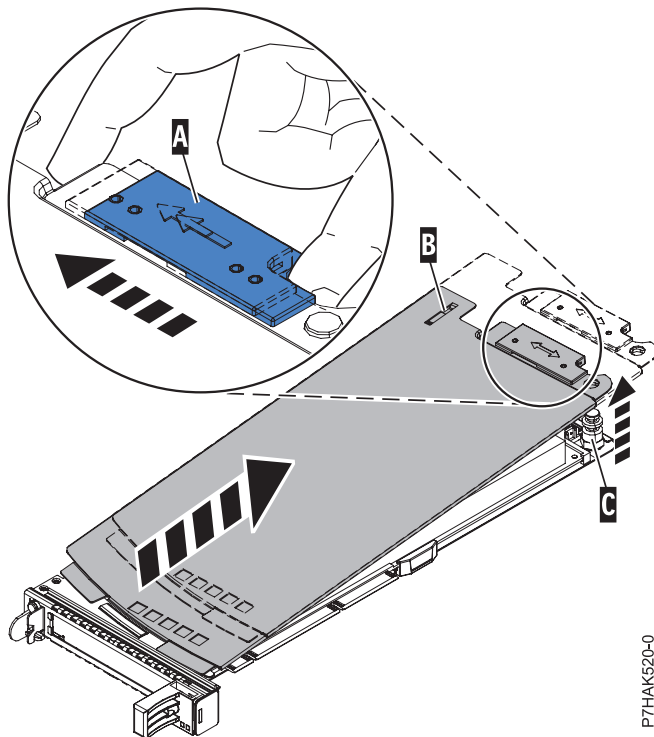

Abbildung 112. Abdeckung der PCIe-Adapterkassette ausbauen
- a. Verschieben Sie die Abdeckungsverriegelung (A) so, dass sie sich von dem Drehstift (C) löst (siehe Abb. 112 auf Seite 111).
- b. Heben Sie die Abdeckung (B) von dem Drehstift (C) ab.